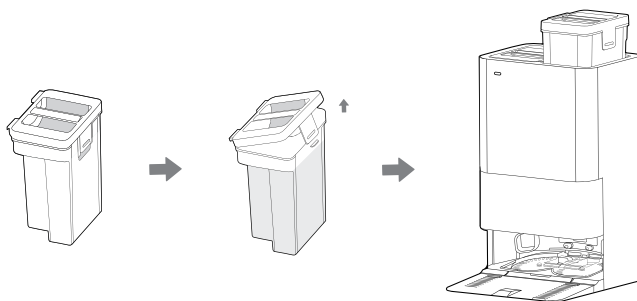

Fig. 5
10. Innan du påbörjar den första rengöringen ska du ta bort tanken för rent vatten på höger sida, öppna locket och fyll på rent vatten med Hoover-rengöringsmedel (35602971-DETHHOOV) [Fig. 5]